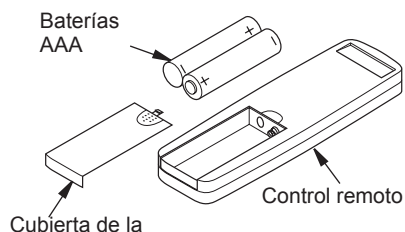

Figura 8. Instalación de las baterías en el control remoto portátil
2. Retire la cubierta de la batería e inserte las baterías proporcionadas en el control remoto como se muestra en la figura 8.